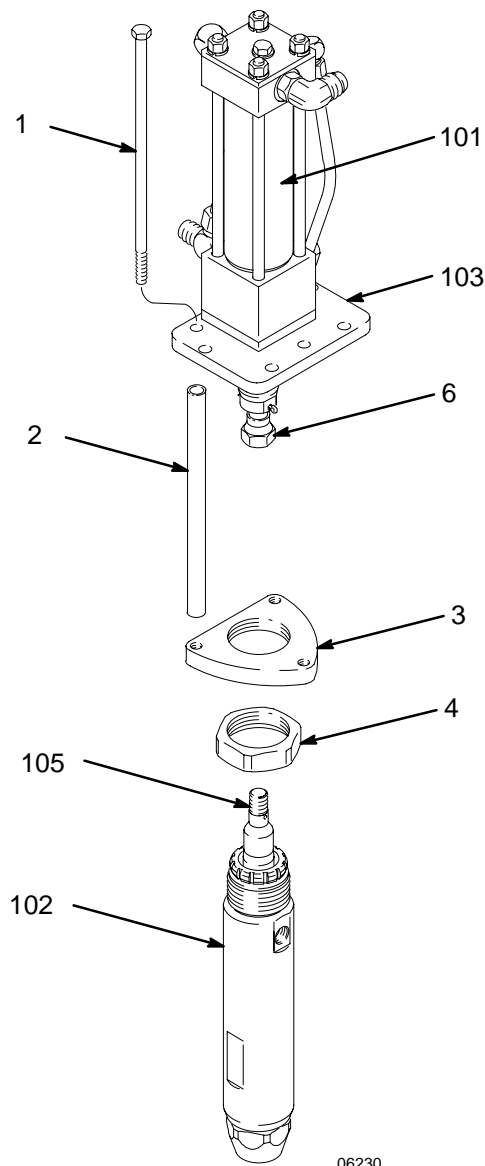
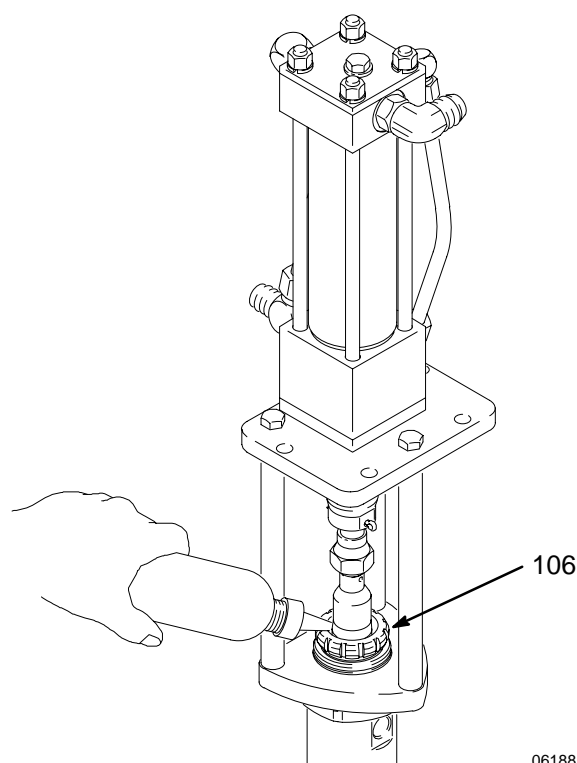

Abb. 3
Abb. 4
1. Die Sicherungsmutter (4) handfest an der Unterpumpe (102) festschrauben.
2. Die untere Verbindungsplatte (3) auf die Sicherungsmutter (4) setzen. Die Sicherungsmutter gegen die untere Verbindungsplatte andrehen. Mit 190-203 Nm festziehen.
3. Während eine Person die Unterpumpe hält, schließt eine zweite Person die Unterpumpe am Motor an (siehe Abschnitt **VORSICHT** weiter oben). Mit einem verstellbaren Schraubenschlüssel die Kupplung (6) halten, damit sie sich nicht drehen kann, und mit einem zweiten Schraubenschlüssel die Kolbenstange (105) fest anschrauben. Siehe Abb. 3.
4. Die drei Schrauben (1) durch die obere Verbindungsplatte (103), die Verbindungsstangen (2) und die untere Verbindungsplatte (3) anschrauben, um die Unterpumpe am Hydraulikmotor zu befestigen. Mit 27-40 Nm festziehen.
6. Die Packungsmutter (106) mit Graco TSL-Flüssigkeit oder einem verträglichen Lösungsmittel füllen. Siehe Abb. 4.